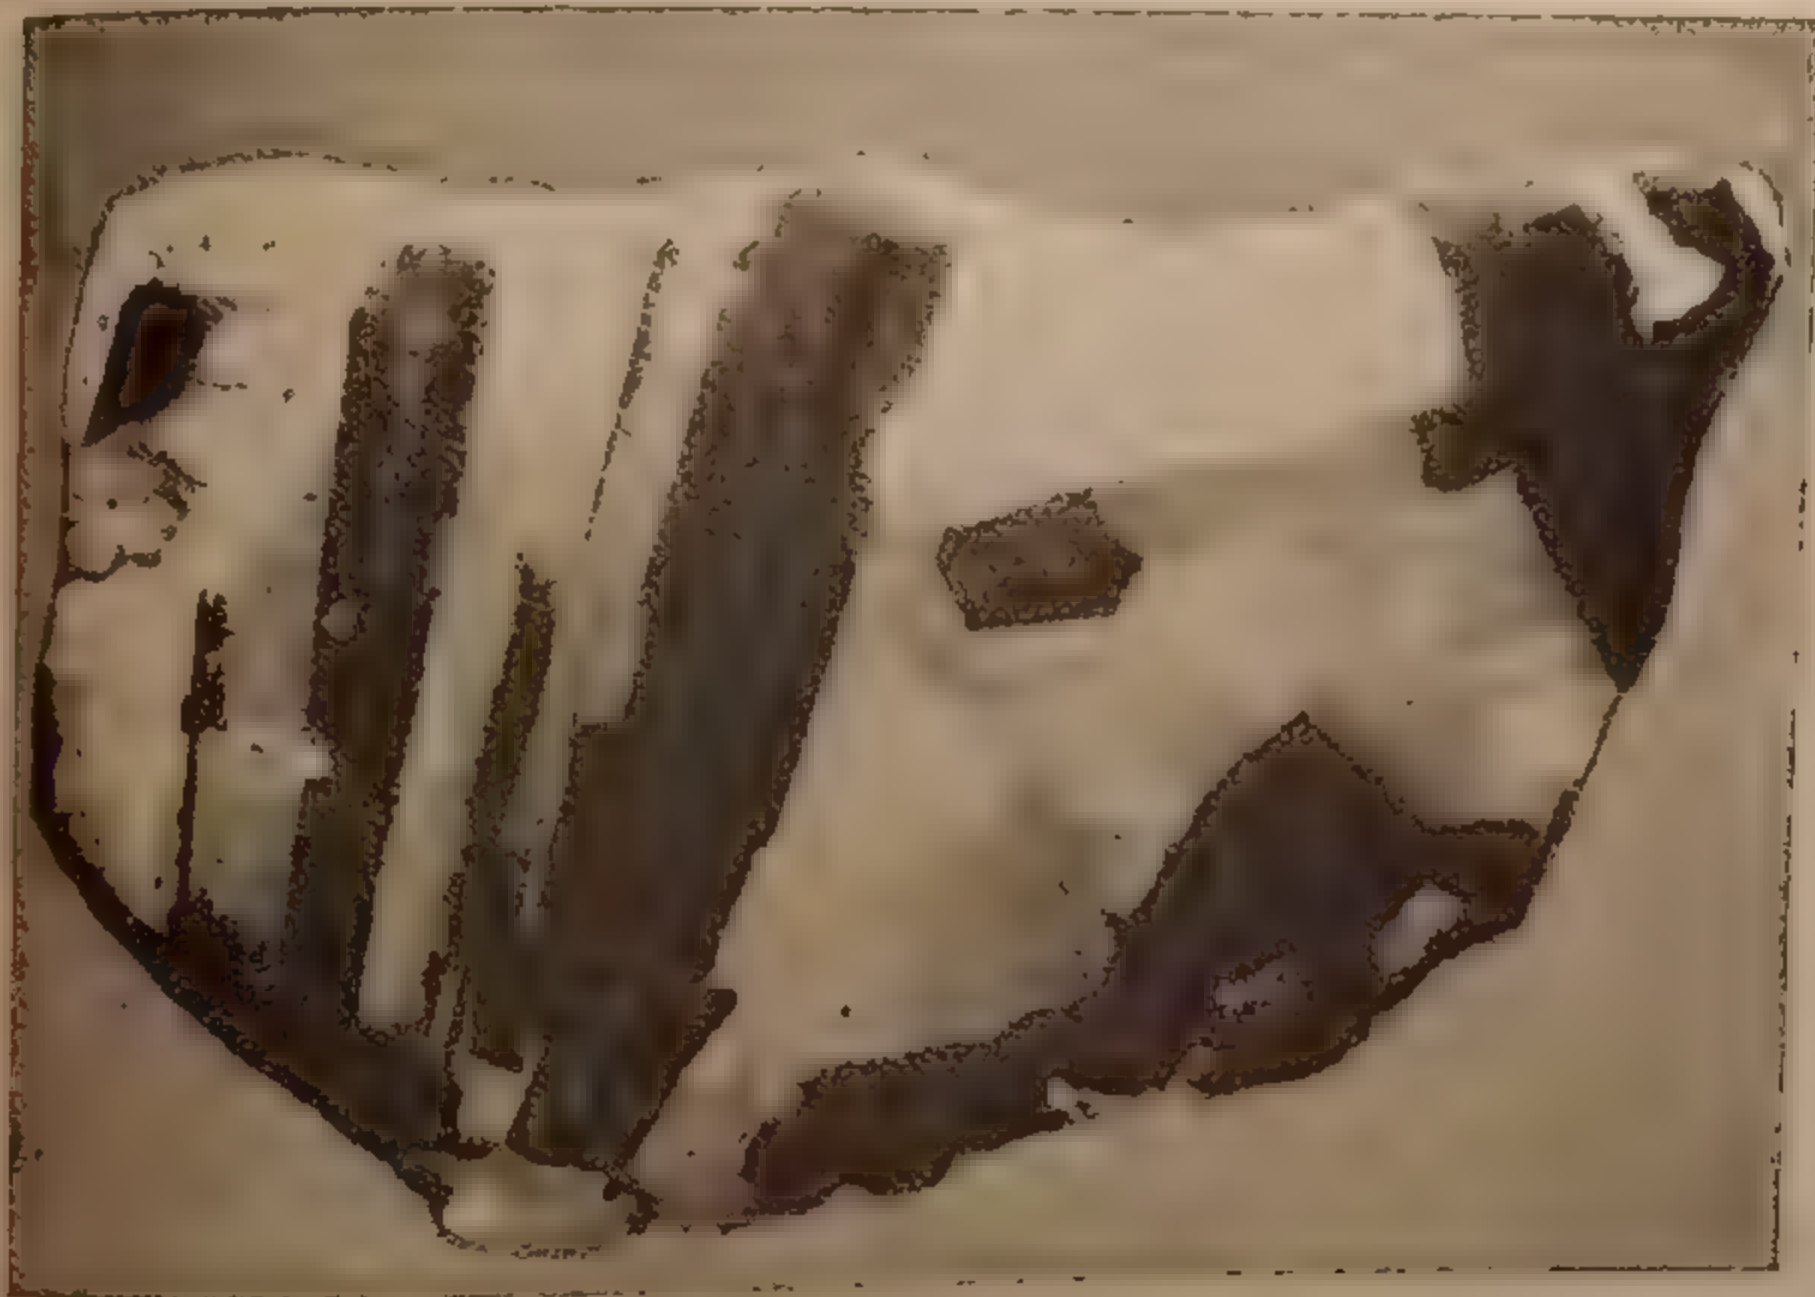

FIG. 125. - Cristalli di tormalina nera nella quarzite.
**Tormalina (1).** — *Borosilicato di alluminio e magnesio.* Sistema *trigonale* (fig. 125, vedi anche Tav. II, fig. 7 e 8).